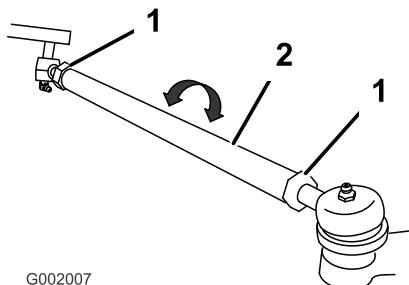

Figura 59
5. Si la distancia no está en el intervalo especificado, afloje las contratuerzas en ambos extremos de las bielas (Figura 59).